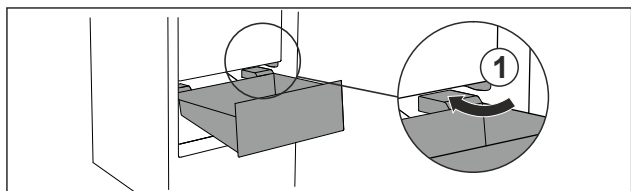

Fig. 67
- ▶ Обвести висувний ящик навскіс навколо стопора Fig. 67 (1).